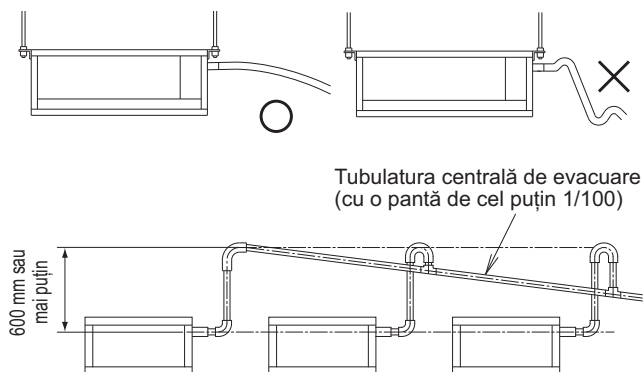

Fig. 10
- Mențineți tubulatura de evacuare scurtă și cu pantă descendentă de cel puțin 1/100 pentru a preveni formarea pungilor de aer. (Consultați Fig. 10)